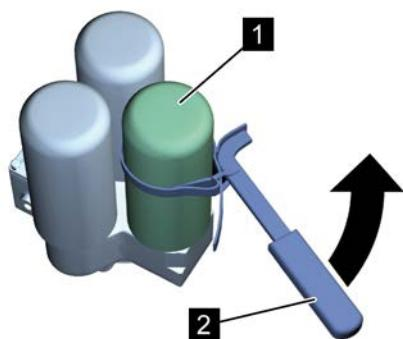

Рис. 43: Отсоединение тонкого
5. При помощи ленточного ключа (Рис. 43/2) отсоедините тонкий очиститель (Рис. 43/1) и снимите его.
6. Удалите остатки изношенного уплотнения с тонкого очистителя (Рис. 43/1).